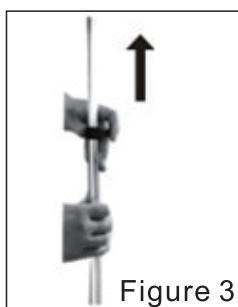
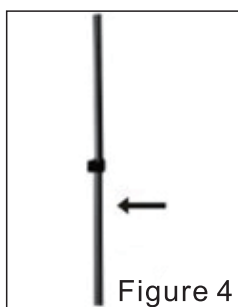

Figure 3
Figure 4
- ② Tournez le bouton de fixation de la barre télescopique dans le sens horaire comme montré dans la figure (1).
- ③ Mettez la buse de vapeur et le cintre comme montré dans la figure (2) vers le bas
- ④ Relâchez le bouton de verrouillage (voir la figure 3), tirez la barre d'aluminium télescopique vers le haut, trois sections de la barre d'aluminium sont sorties, réglez-les en place, appuyez sur le bouton (voir la figure 4).
- ⑤ Fixer le flexible de vapeur dans la sortie de vapeur, serrez le bouton de fixation pour flexible de vapeur dans le sens horaire.